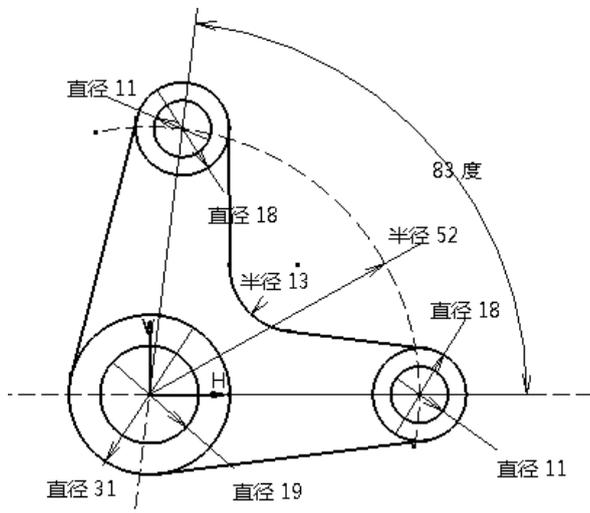

图 5-146
(1) 利用草图工作台中的直线、圆、圆弧及倒圆角等工具，绘制如图 5-146 所示的草图。